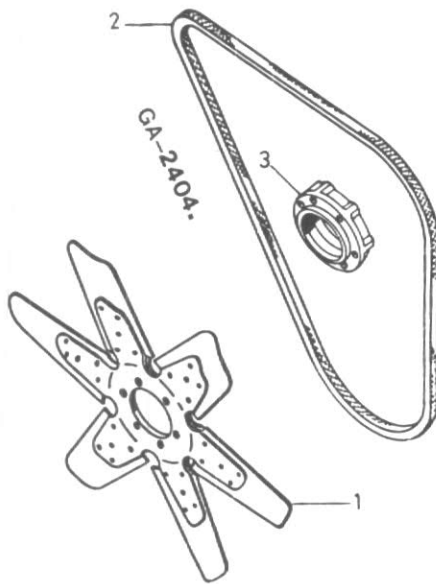

Figure 61
Le ventilateur (1) fig. 61 se monte sur la pompe à eau. La bague entretoise (3) permet d'obtenir l'espace nécessaire.